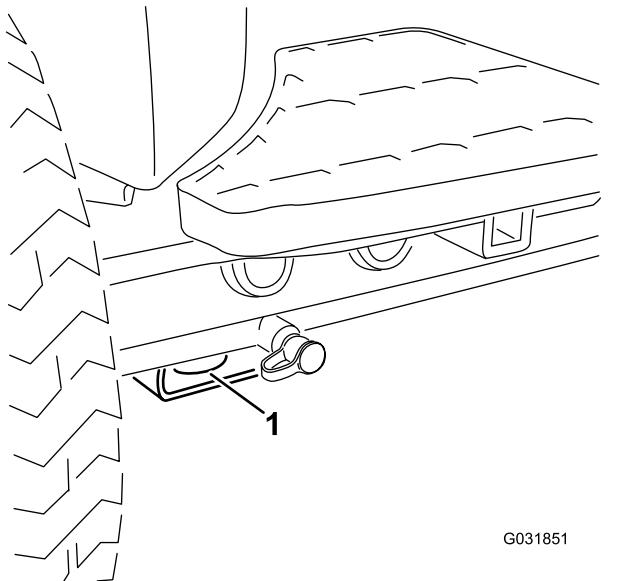

Figura 25
- **Parte delantera de la máquina** – el orificio del bloque rectangular, debajo del tubo del eje, al interior de cada rueda delantera (Figura 25)